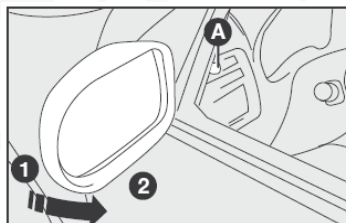

fig. 16
ESEJOS RETROVISORES EXTERNOS**Con regulación interna manual - fig. 16**
- ⚠ Si el espejo ocasiona dificultades al pasar por un lugar estrecho, cambiar la posición 1- fig. 16 o 17 para la posición 2.